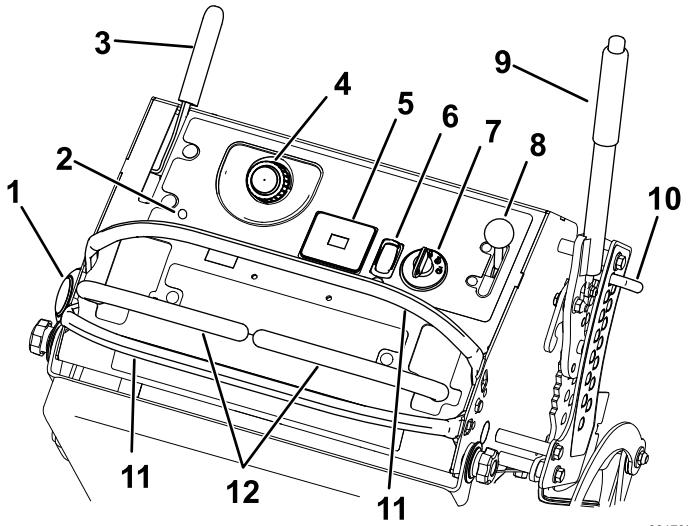

Figura 4
Familiarícese con todos los controles antes de poner en marcha el motor y trabajar con la máquina (Figura 4).
El mando de la toma de fuerza (TDF) se utiliza para engranar y desengranar las cuchillas de la segadora o arrancar y parar accesorios motorizados (Figura 4); consulte Uso del interruptor de control de las cuchillas (página 17).
Si se detecta un problema o una avería en el sistema, se enciende el indicador de avería (IA) (Figura 4).
El acelerador controla la velocidad del motor y tiene un ajuste variable continuo de LENTO a RÁPIDO (Figura 4).
Las palancas de control de movimiento se utilizan para conducir la máquina hacia adelante, hacia atrás y girarla en ambos sentidos (Figura 4).